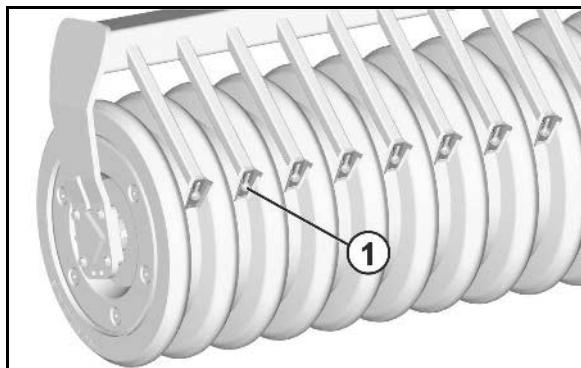

Рис. 34
Для этого имеются в распоряжении 6 гнезд (Рис. 34).
3. Ослабьте пружинный фиксатор (Рис. 34/1 и Рис. 35/1).
4. Поставьте эксцентриковый палец (Рис. 34/2 и Рис. 35/2) в нужное гнездо.
- Удобное место для крепления маркировано стрелкой (Рис. 34/3).